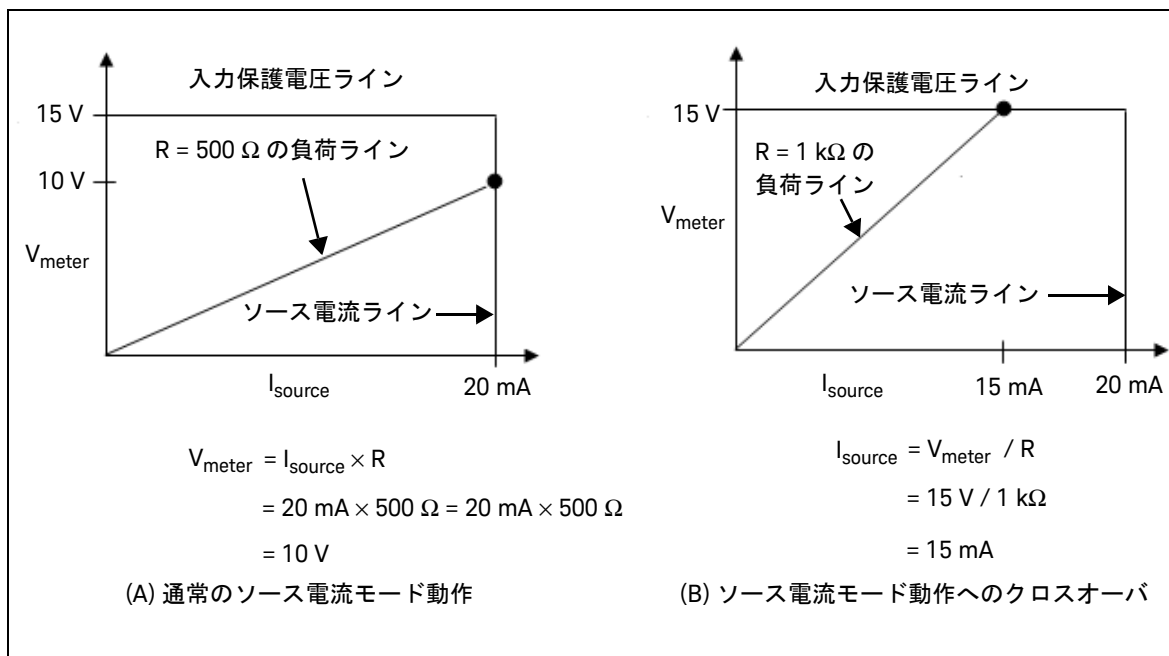

図 2-8 ソース電流動作
図 2-8 は、異なる抵抗負荷（1 k Ω と 100 Ω ）に対する動作を示します。これらの例では、U2722A/U2723A のソース電流は 20 mA、入力保護電圧は 15 V です。
図 2-8 (A) では、U2722A/U2723A のソース電流は 20 mA、負荷は 500 Ω で、電圧測定値は 10 V です。DUT の負荷ラインがソース電流ラインと交差している間は、ソース電流モードであり、電流は 20 mA に維持されます。しかし図 2-8 (B) では、DUT の抵抗が 1 k Ω に増加した場合は、DUT の負荷ラインが入力保護電圧ラインと交差しています。この場合は、U2722A/U2723A はソース電圧モードに移行します。電圧設定が 15 V に制限されていて、U2722A/U2723A は境界の外では動作できないので、電流が 15 mA に変更されます。